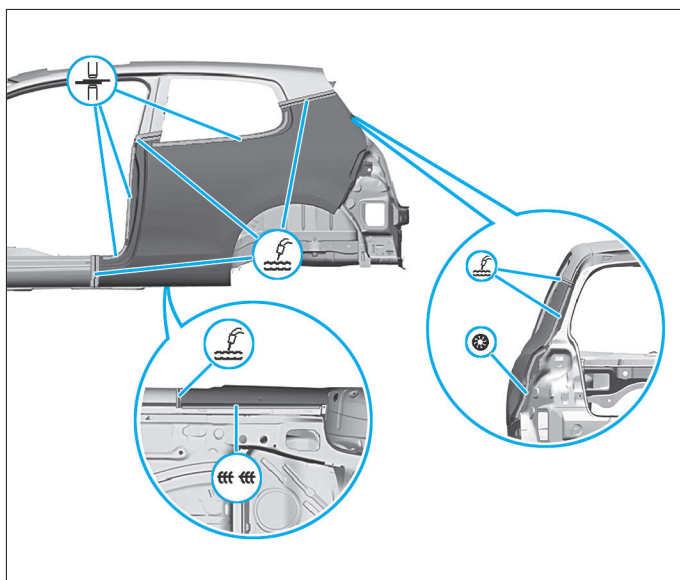

FIG. 134
- Souder le panneau l'aile arrière à la pointeuse électrique (Fig.134).